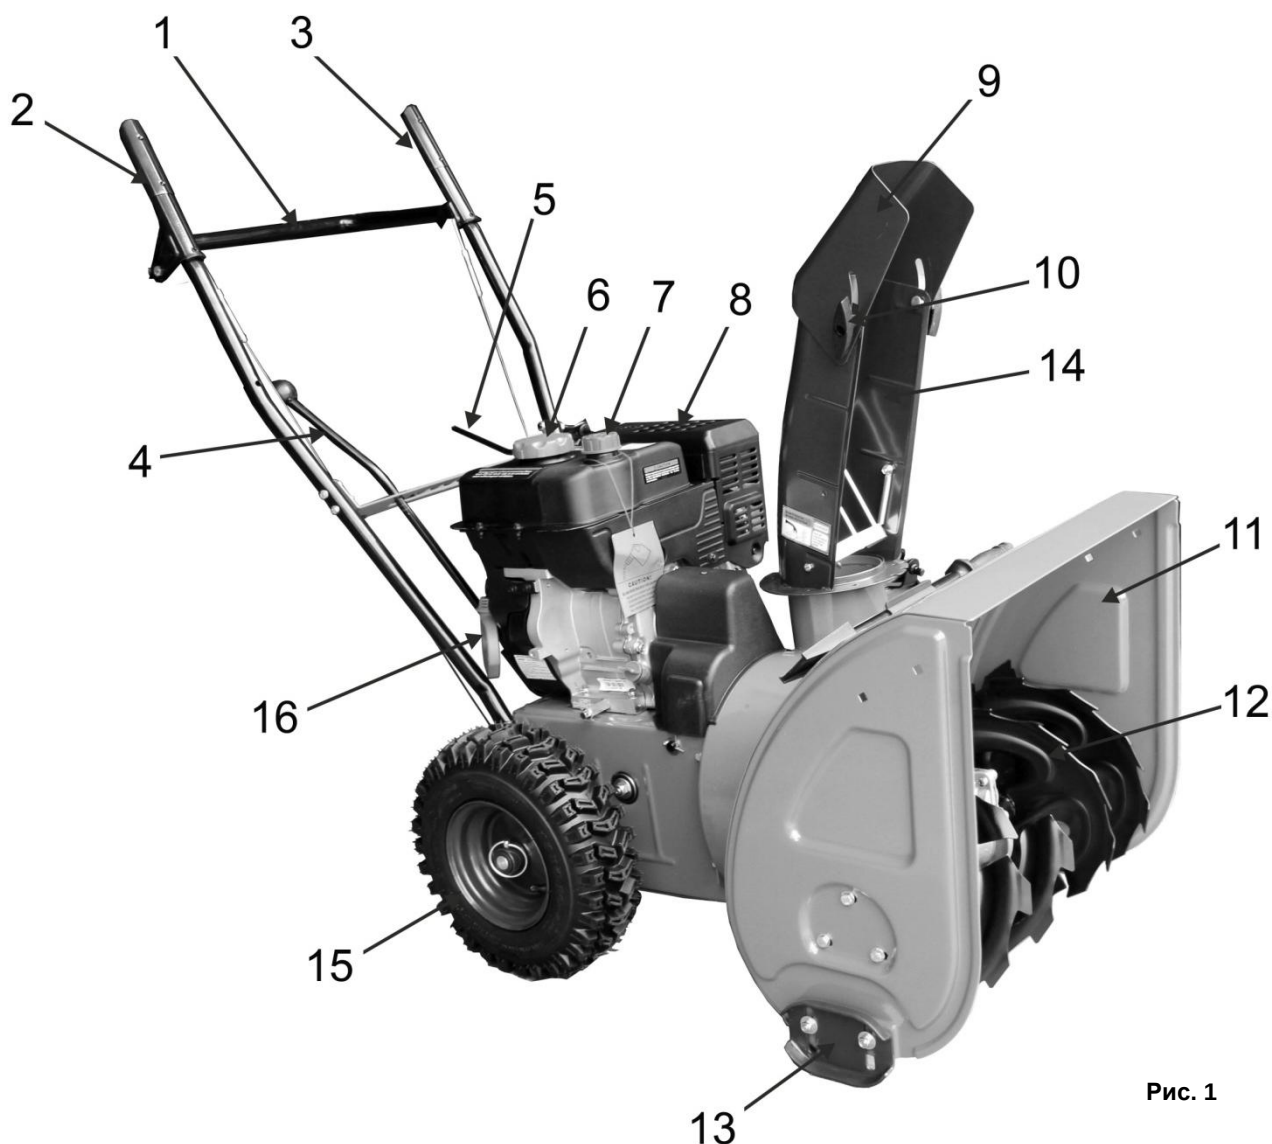
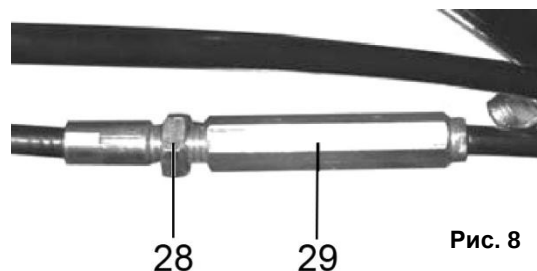

Рис. 1
Рис. 8
- Снегоуборщик вращением лопастей шнека (12)(См. Рис.1) убирает снежный покров с ровных площадей, и через снегоотвод (14) выбрасывает его в выбранную сторону.
- Шнек (12)(См. Рис.1) - винтовой механизм в виде стержня с наклонными лопастями, приводимый в действие двигателем. Шнек захватывает, и транспортирует снежную массу внутрь снегоуборщика на вращающуюся крыльчатку (импеллер), далее снежная масса выбрасывается в необходимую сторону (влево или вправо), через поворачиваемый желоб (снегоотвод).
- Снегозаборник (11)(См. Рис.1) служит для захвата снега и направления его потока в рабочую зону снегоуборщика (на шнек).
Рычаг привода колес (2)(См. Рис.1)
- При нажатии рычага привода колес (2), включается система привода, и снегоуборщик начинает движение.
- При отпускании рычага привода колес (2), привод отключается, и снегоуборщик прекращает движение.
Рычаг привода шнека (3)(См. Рис.1)
- При нажатии рычага привода шнека (3), включается система привода, и лопасти шнека (12)(См. Рис.1) начинают вращение.
Рычаг переключения скоростей (4)(См. Рис.1)
- Для изменения скорости и направления движения: остановите снегоуборщик и вращение шнека, переведите рычаг (4)(См. Рис.1) в соответствующее выбранному режиму движения положение.
- Установите желоб снегоотвода (14)(См. Рис.1) на выпускной канал импеллера.
- Установить в отверстие на рычаге управления (2; 3)(См. Рис.1) верхний Z-образный конец троса (22)(См. Рис.5).
- Установите/замените ограничительные башмаки (13) (См. Рис.1; 7) с каждой стороны снегозаборника.
- Рычаги приводов колес и шнека (2) и (3) должны прижиматься к рукояткам руля управления (1) (См. Рис.1) без чрезмерных усилий.
- Проверьте работу рычагов (2) и (3) (См. Рис.1) привода колес и шнека.
- Рычаги (2) и (3) привода колес и шнека должны полностью прижиматься к рукоятке управления. Если этого не происходит, значит, тросики перетянуты, и их необходимо ослабить.
- Отрегулируйте приводные тросы с помощью резьбовой втулки (29) (См. Рис.8), расположенной в средней части троса.
- Для натяжения тросика: ослабьте гайку (28), а затем переместите резьбовую втулку (29) вверх и затяните гайку (28) (См. Рис.8) до втулки.
- Для ослабления тросика: ослабьте гайку (28) и переместите резьбовую втулку (29) вниз и затяните гайку (28) до втулки.